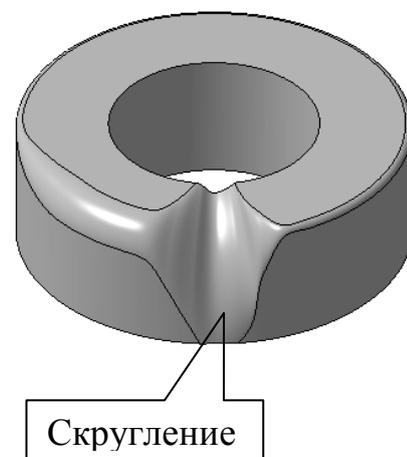

Рис. 5
9. При использовании каких опций операции **Скругление**, расположенной на *Панели инструментов Редактирование* детали, в системе КОМПАС-3D 9.0 можно построить сплошное скругление сложной формы вдоль кольцевого ребра торцевой поверхности втулки (см. рис. 5)?